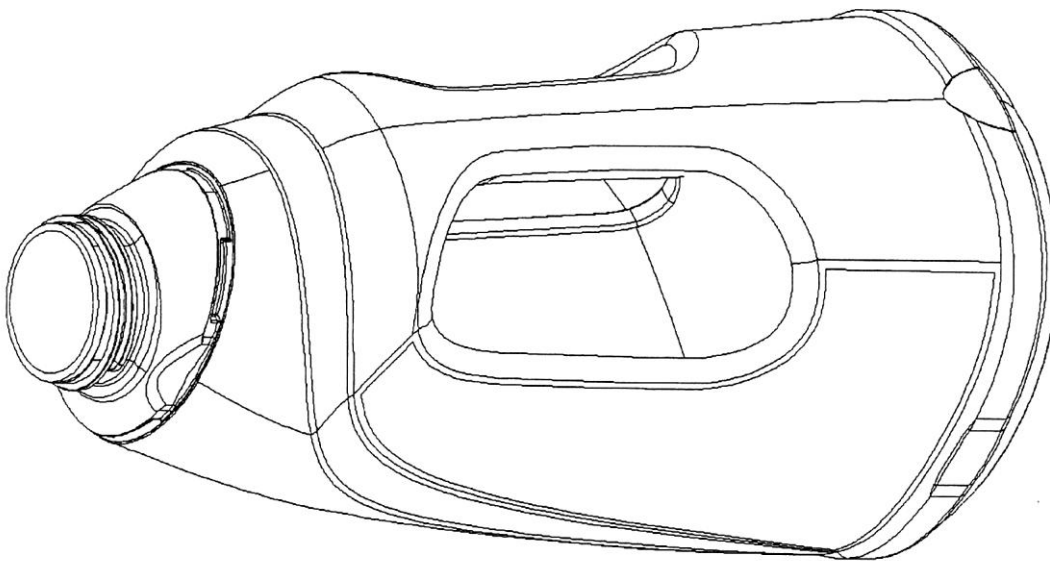

Fig. 13
- fig. 13 - odmianę 3 butelki w widoku ogólnym,